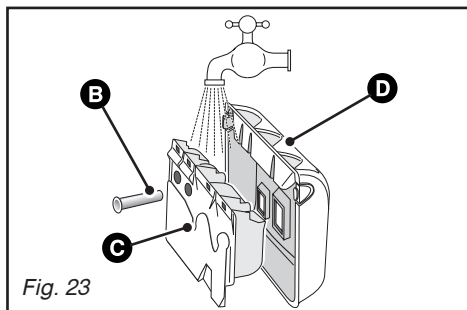

Fig. 23
- retirez le siphon **B** situé à l'arrière de la boîte **C** et séparez cette dernière de son enjoliveur avant **D** (Fig. 23)